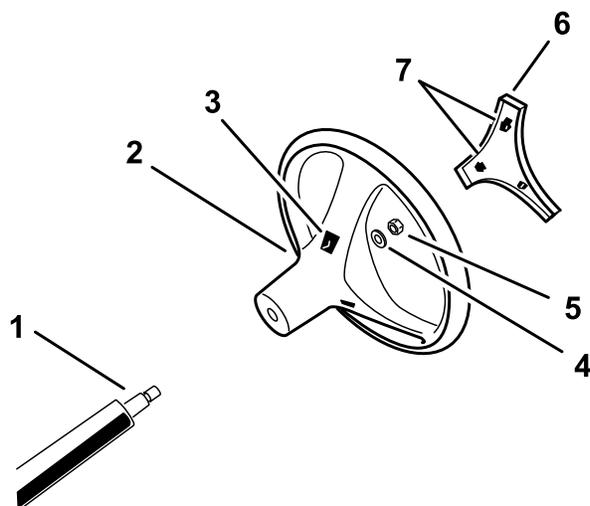

图3
4. 如图3所示使用锁紧螺母将方向盘固定到转向轴上上紧扭矩至 2429N·m。
5. 将盖上的凸耳与方向盘中的凸耳槽对准将中心盖卡入方向盘轮毂图3。